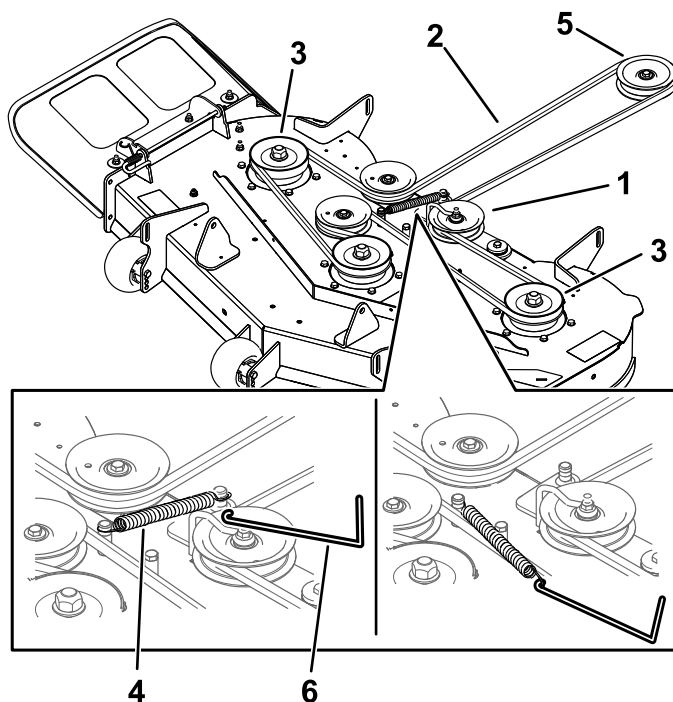

Figura 62
7. Con una herramienta para la retirada de muelles (Pieza Toro N.º 92-5771), retire el muelle tensor del gancho de la carcasa para eliminar la tensión de la polea tensora y retire la correa de las poleas (Figura 62).
8. Pase la correa nueva alrededor de las poleas del motor y del cortacésped (Figura 62).
9. Con una herramienta para la retirada de muelles (pieza Toro n.º 92-5771), instale el muelle tensor sobre el gancho de la carcasa y tense la polea tensora y la correa del cortacésped (Figura 62).